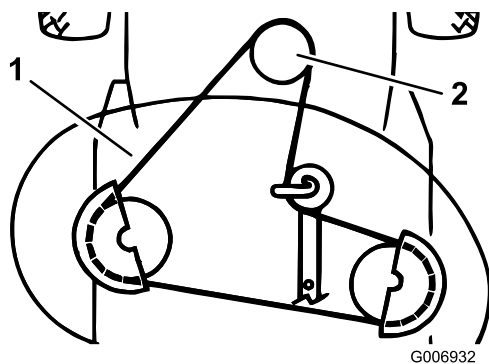

Bild 41
14. Nehmen Sie den Mähwerkriemen von der elektromagnetischen Kupplungsriemenscheibe ab (Bild 41).
15. Nehmen Sie den Mähwerkriemen von der unteren Motorscheibe ab (Bild 41).
6. Montieren Sie den Mähwerkriemen an der unteren Motorriemenscheibe (Bild 41).